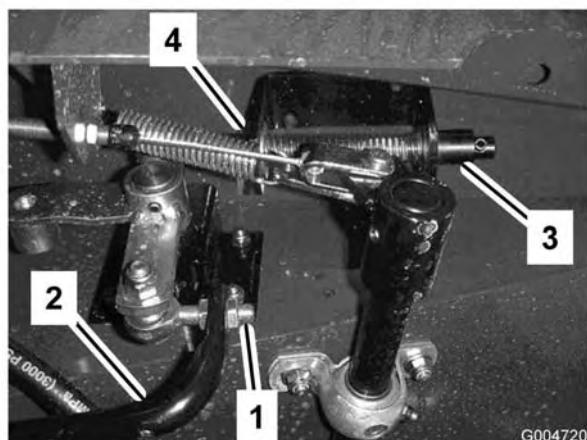

Bild 68
3. Lockern Sie die Klemmmuttern am Stangenende und stellen die Länge der Fahrpedalstange (Bild 68) so ein, dass das Pedal den Anschlag kurz vor dem Zeitpunkt erreicht, zu dem der Pumpenhebel seinen vollen Ausschlag erreicht. Ziehen Sie dann die Klemmmuttern fest.
3. Füllen Sie den Tank (Bild 68) mit ungefähr 30 l Hydrauliköl, siehe „Prüfen der Hydraulikflüssigkeit“.